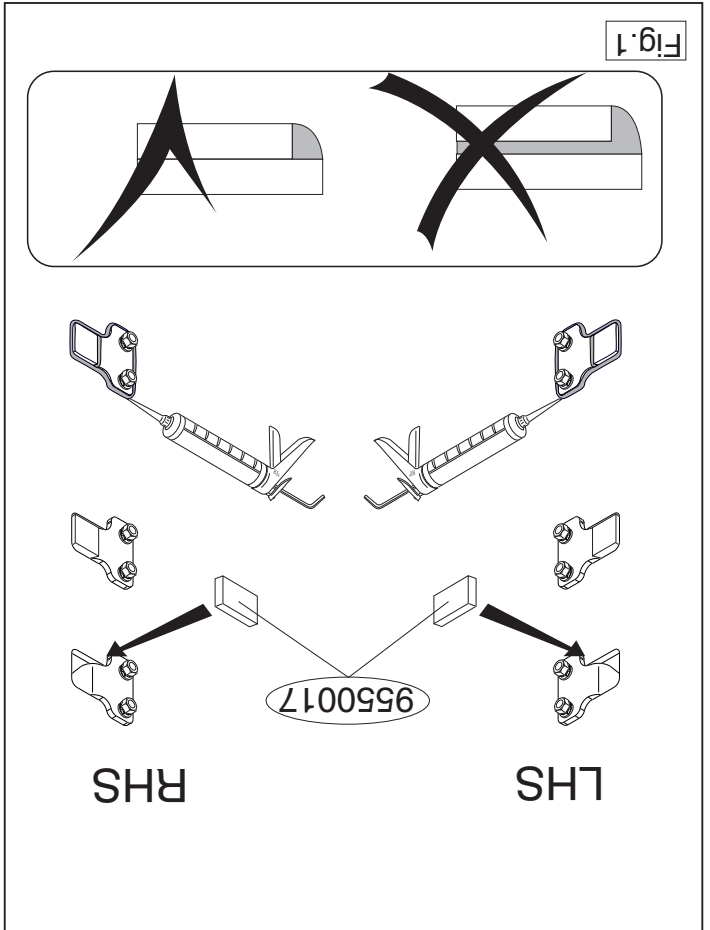

Fig. 1
9. Plaats de twee PE schuimblokken als afdichting en kit de aangegeven delen af (zie fig. 1).
9. Place the two PE foam blocks as spacers and seal the portions indicated (see fig. 1).
9. Die zwei PE-Schaumblocke als Dichtung anbringen und die angegebenen Teile kitten (siehe Abb. 1).
9. Placer les deux blocs de mousse PE en guise de colmatage et boucher les parties indiquées (voir la fig.1).